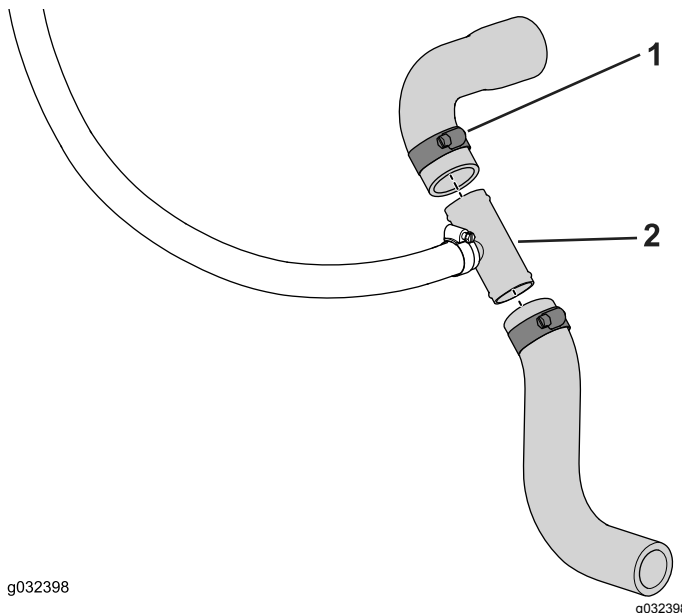

Bild 11
3. Schieben Sie die Schnittenden auf das T-Anschlussstück und befestigen es mit der Schlauchklemme (3/4" x 1 1/2"), wie in Bild 11 abgebildet.